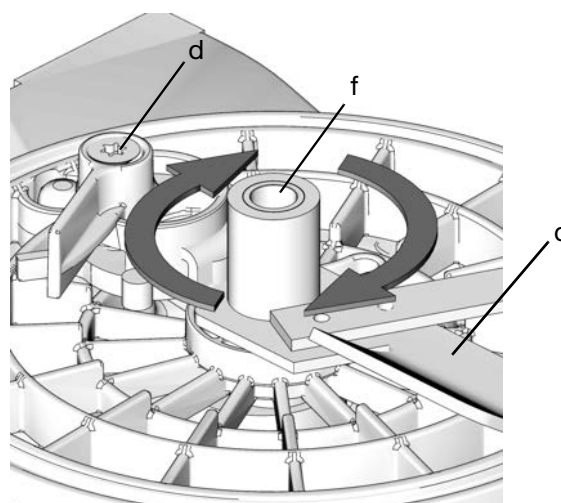

FIG. 5
2. Gire la paleta (c) en sentido de las agujas del reloj para aflojarla y retirarla de la base de la G3 (FIG. 5).